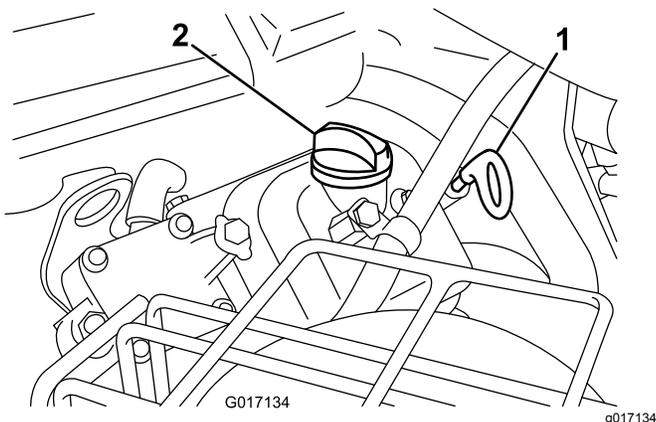

Рисунок 37
3. Вставьте и заверните масломерный щуп в трубку для щупа (Рисунок 37).